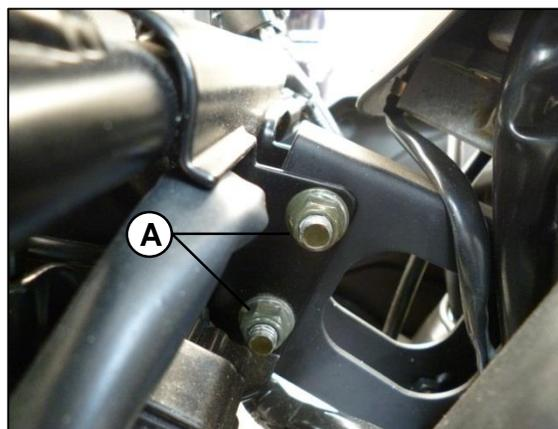
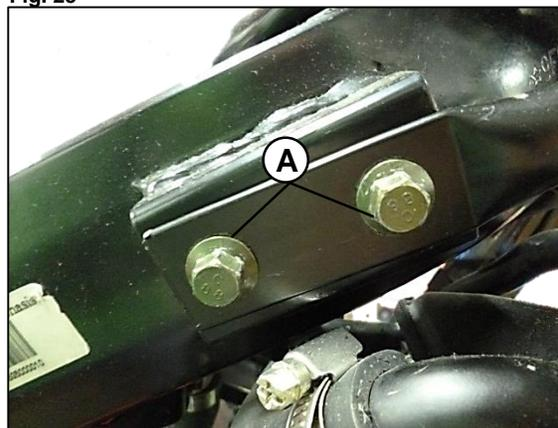

Fig. 25
Fig. 26
Dasajuste las tuercas y pasadores (A) de 12mm de la parte frontal. Fig.25 Posteriormente retire los cuatro tornillos (B) de 10 mm que ajustan el soporte de farola al chasis de ambos lados. Fig.26